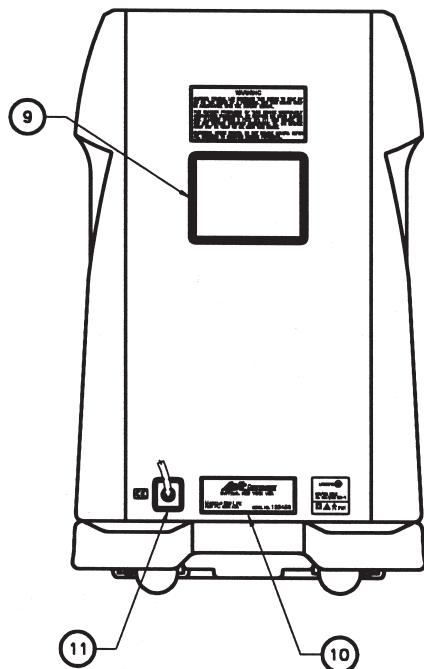

Fig. I.2
I. 2. Face arrière (Fig. I. 2).....	3-FR
I. 2. Face arrière (Fig. I. 2)